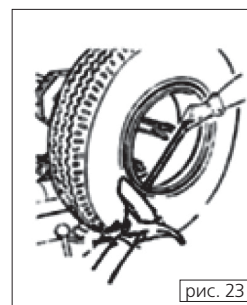

рис. 23
- (5) Подцепите край разъемного кольца монтировкой (рис. 23), и, удерживая его, подведите диск для отрыва борта под образовавшийся зазор между кольцом и ободом. Вращайте колесо против часовой стрелки, чтобы полностью снять разъемное кольцо.
- (6) Вставьте ниппель внутрь обода. Будьте осторожны – не повредите ниппель.
- (7) Переведите инструментальную консоль (9) в исходное положение, а затем – к внутренней стороне колеса.
- (8) Опустите инструментальную консоль в рабочее положение.